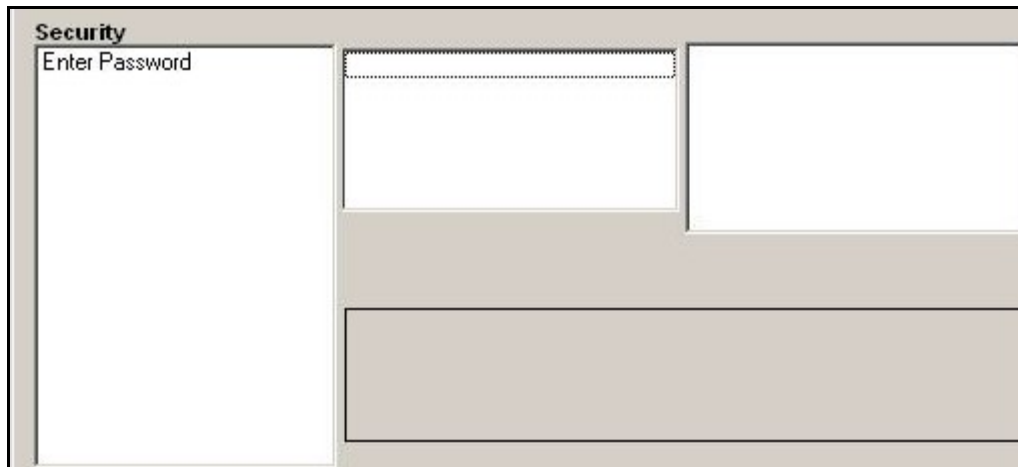

Figure 47: fenêtr Password (Mot de passe)
2. Si le système est verrouillé, la fenêtre illustrée Figure 47 s'affiche.